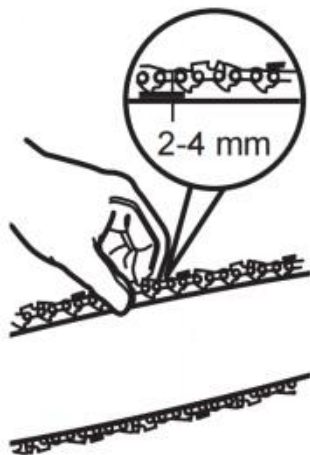

Fig. 15
1) Controllare la tensione della catena utilizzando una mano per sollevare la catena della sega (C12) contro il peso del prodotto. La corretta tensione della catena si ottiene quando la catena della sega può essere sollevata di ca. 2 - 4 mm dalla barra di guida (C13) al centro (Fig. 15).